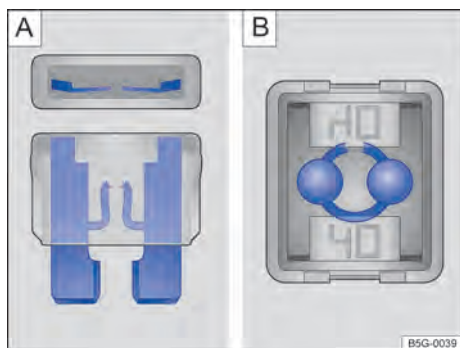

Fig. 177 Fusível queimado: **A**) fusível plano, **B**) fusível de bloqueio.
- Um *fusível plano* (ATO®, MINI®) queimado é reconhecido de cima ou de lado pela carcaça transparente nas faixas metálicas derretidas → Fig. 177 **A**).
- Um *fusível de bloqueio* (JCASE®) queimado é reconhecido pelas faixas metálicas derretidas por cima da carcaça transparente → Fig. 177 **B**).